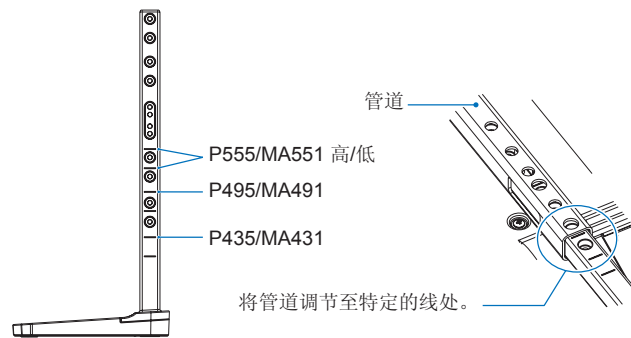

图 1
1. 支架杆上的线是高度调节指示器（图 1）。请将管道调节至特定的线处。